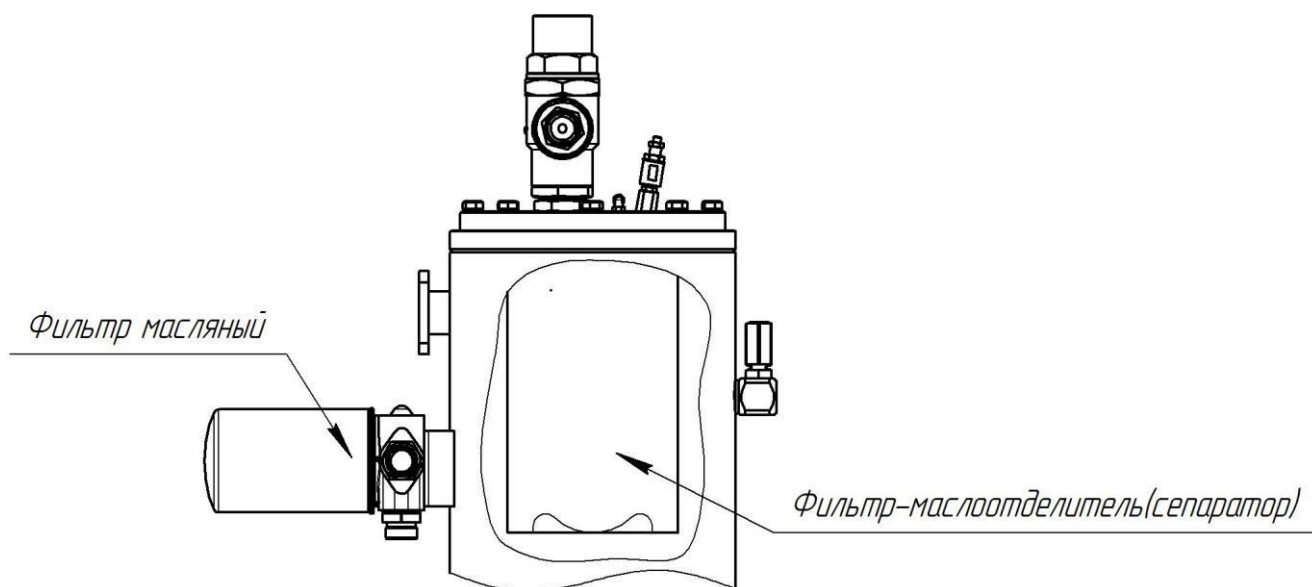

Рисунок 6
8.3.5 Замена фильтра масляного (через каждые 4000 часов), но не реже одного раза в год (см. рисунок 6)
8.3.6 Замена фильтра-маслоотделителя (сепаратора) (через каждые 4000 часов), но не реже одного раза в год (см. рисунок 6)